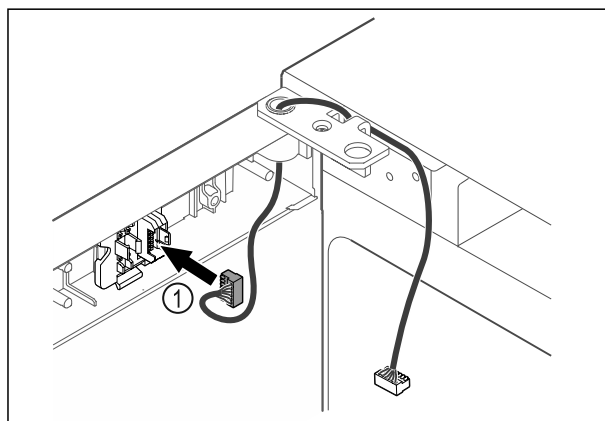

Fig. 39
- Enchufar el conector Fig. 39 (1) en su soporte.